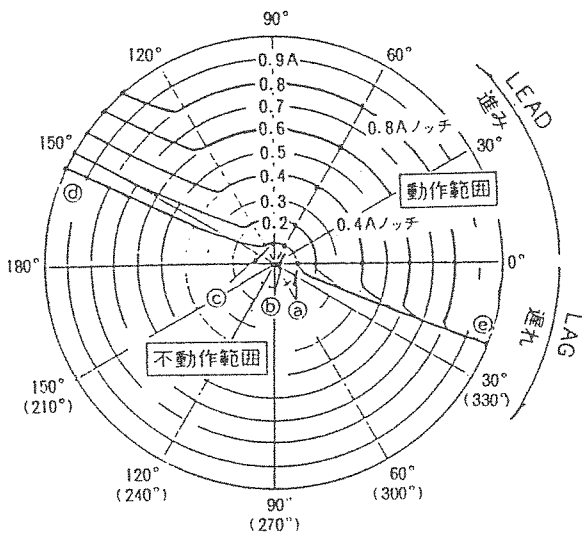

図3
- (7) 位相調整つまみで、位相計の指示を進み（LEAD）60° に合せます。（P 7 参照）
- (8) 電流切換スイッチを0.3〔A〕レンジにし、電流調整つまみを静かに回し、電流を増加させて、継電器が動作する電流がその位相による最小動作電流です。その時の電流値をプロットします。（図3のb点）（継電器が動作した時継電器の接点が閉じて、RDF-2Vのブザーが鳴ります。）
- (9) 電流調整つまみを「0」にします。継電器のターゲットを押して、継電器を復帰します。
- (10) 同様に進み（LEAD）90°、0° に於ける最小動作電流値をプロットします。（図3のa、c点）
- (11) 位相調整つまみで位相計の指示を不動作域（進みLEAD 170°）に合わせます。（P 7 参照）
- (12) 電流切換スイッチを 1.2 [A] レンジにし、電流調整ツマミで 1.0 [A] に設定
します。(図3のd点)電流調整ツマミを「0」にします。継電器のターゲットを
- (14) 同様に、位相特性図(図3)のe点も求め、プロットします。
- (15) 同様に、各整定ノッチ(タップ)ごとに行なってグラフを描きます。